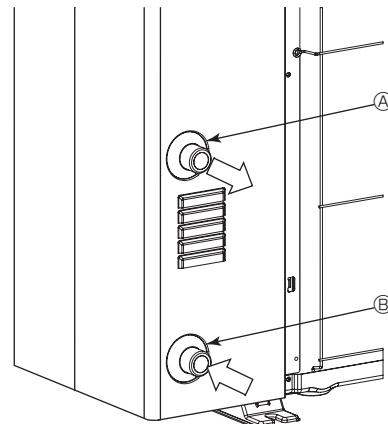

Fig. 5-1
5.1. Vannrørtilkobling (Fig. 5-1)
- Inngangs- og utgangsrørposisjon vises på Fig. 5-1.
[Fig. 5-1]